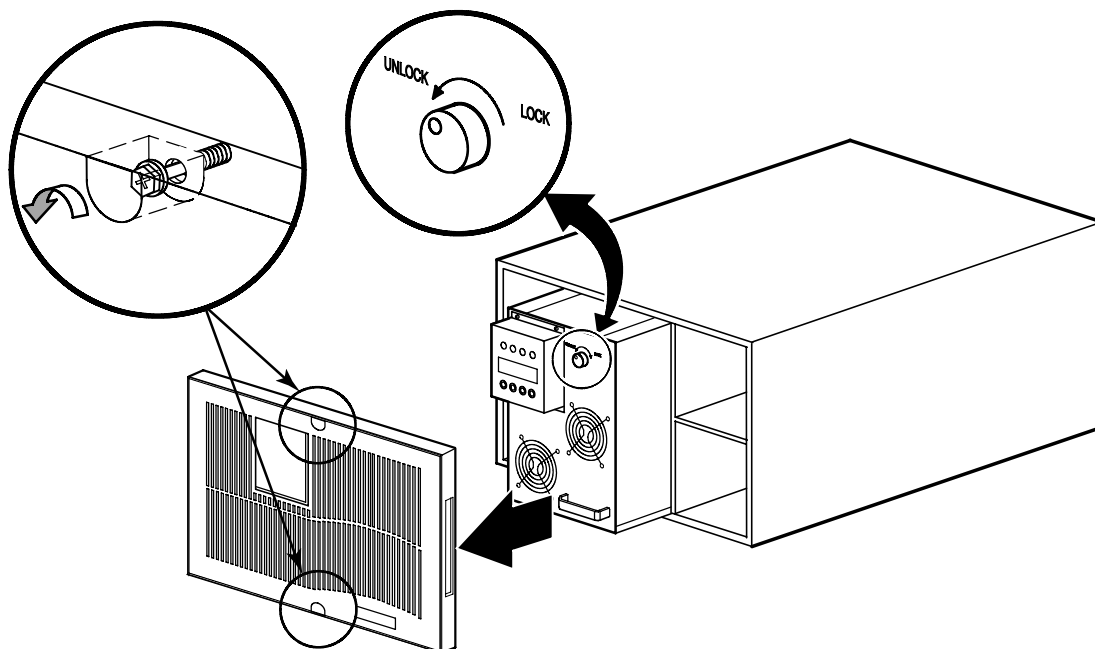

Figure 3. Retrait du panneau avant et du module électronique de l'onduleur
6. Retirez le panneau avant de l'onduleur et le module électronique et laissez-les de côté (voir la Figure 3) :